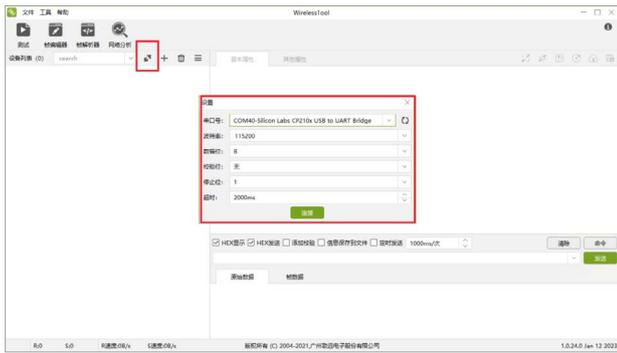

图3
2.1 把 ZSL42x-EVB Board 评估板通过 USB 线连接电脑，并安装驱动，在电脑上将出现 USB 转串口的设备。安装并打开无线配置工具 Wireless Tool，点击【连接串口】按钮，选择连接 ZSL42x-EVB Board 评估板的串口，串口参数按照模块配置的串口参数设置（模块出厂的默认参数波特率是 115200、8 位数据位、1 位停止位、无校验），点击【连接】按钮，如图 3 所示。